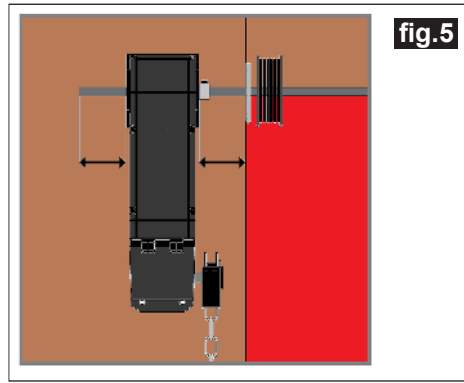

fig.5
- Colocar el motor centrado sobre el eje de la puerta (fig.5)